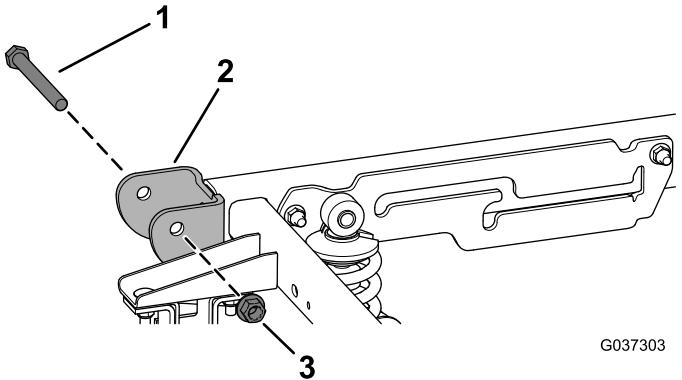

Figure 4
5. Retirez les 2 boulons de pivot ($1/2'' \times 4\frac{1}{2}''$) et les 2 contre-écrous ($1/2''$) du support de pivot situé à l'arrière de la machine (Figure 4).